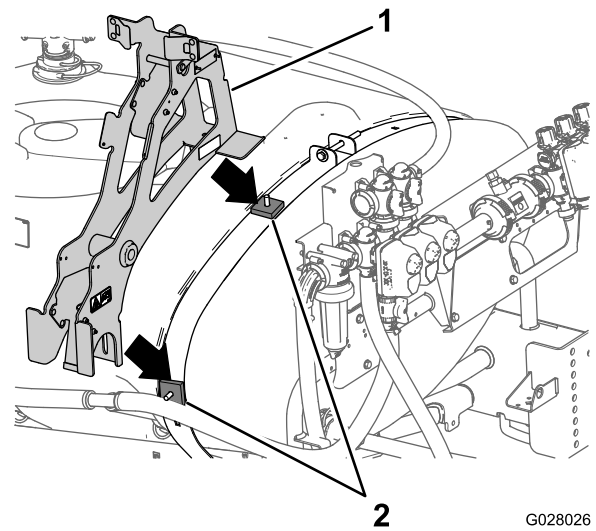

Figura 3
6. Installate il telaio di supporto principale sui distanziali quadrati e sui bulloni a testa tonda come mostrato nella Figura 3.
5. Montare 2 distanziali quadrati sui bulloni a testa tonda installati precedentemente (Figura 3).